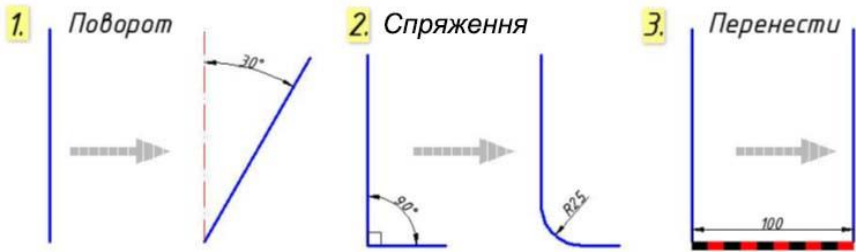

Рис. 2.2
2. За допомогою команд «Поворот», «Спряження», «Перенести» виконайте побудови, що наведені на рис. 2.2.